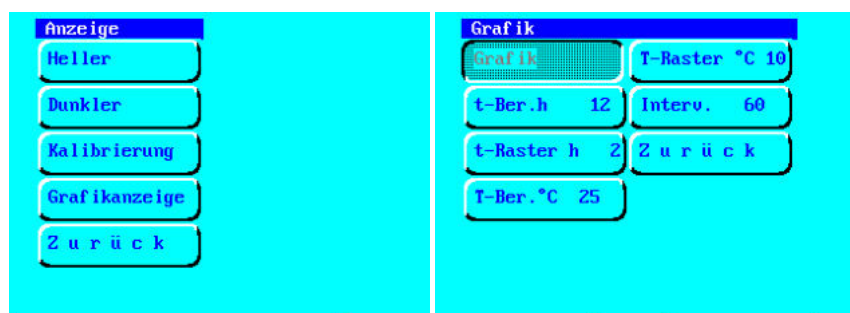

Abbildung 24: Einstellung der Bildschirmanzeige.
Durch die Auswahl des Menüs **Anzeige** (Abb. 24, links) können folgende Einstellungen vorgenommen werden:
- Grafik der Statusanzeige kann eingestellt werden. Die jeweilige Grafikformatierung kann dabei individuell vorgenommen werden (Abb. 24, rechts). Die aktuelle Grafikanzeige kann im Menü **Status** → **Grafik** kontrolliert werden (siehe auch Kapitel 9.2).